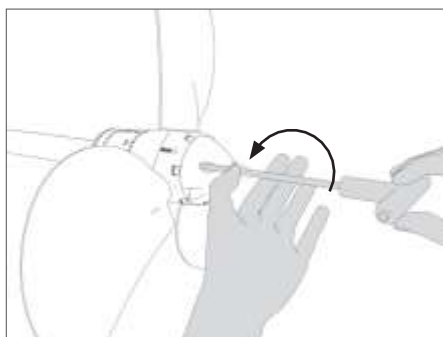

FIG. 31 Dévissage des vis de l'anode
- Retirer l'anode **C** en dévissant les vis inox **D** (Fig. 31 - 32 - 33).